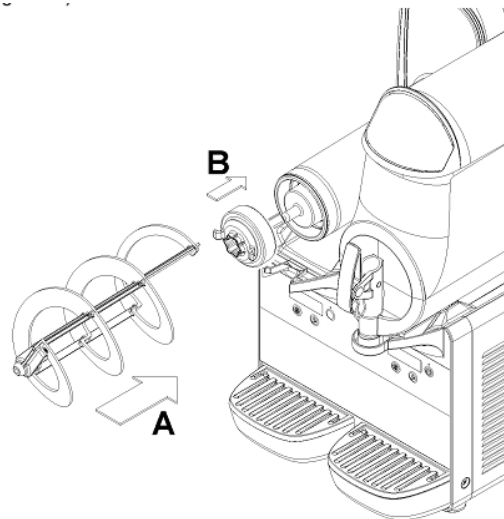

Рисунок 12
- 5 Соберите шестигранный элемент, а затем миксер (см рисунок 12).